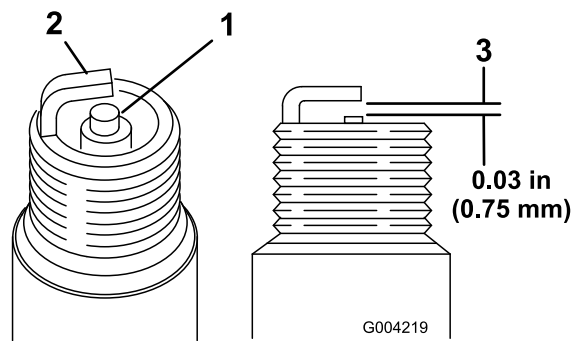

図 51
1. 中央の電極部を観察する(図 51)。絶縁体部がうす茶色や灰色なら適正、碍子が黒くなっているのは不完全燃焼である(エアクリーナの汚れが原因であることが多い)。
2. プラグの電極間のエア・ギャップ(図 51)を点検し、
3. 適正值から外れていれば外側の電極(図 51)を曲げて調整する。